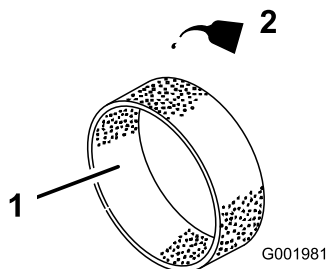

Figura 43
4. Applicare circa 30 – 60 ml d'olio sull'elemento (Figura 43).